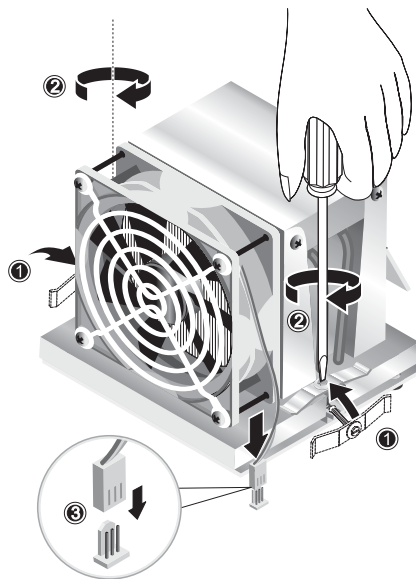

図 4-13 ヒートシンク/ファンアセンブリの固定
9. ヒートシンク/ファンアセンブリ上に固定クリップを適当な位置に置きます (図 4-13 の (1) を参照)。
10. 完全に締まるまで、左右両方の固定ネジを交互に締め付けます (2)。
11. CPU ファンケーブルをマザーボード上のコネクタに接続します (3)。